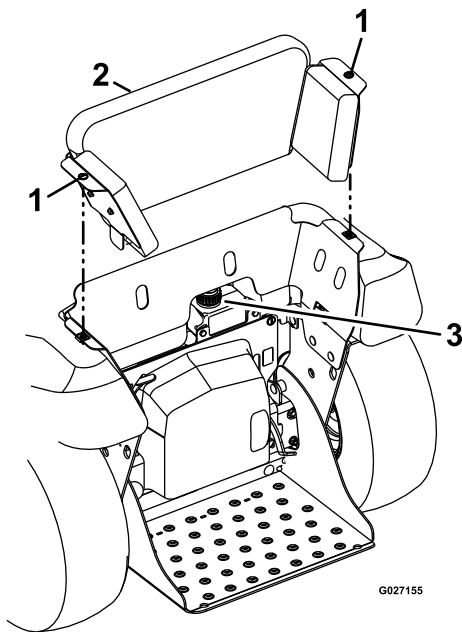

図 97
2. 膝当てをマシンのシャーシに固定しているファスナ 2 個 1/4 回転するを左に回す外す 図 97。
3. 膝当てをすこし斜め後方に持ち上げて外す 図 97。
4. 補助タンクの周囲をウェスできれいにしてキャップを外す 図 97。
7. タンクにキャップを元通りに取り付け、手で軽く締めつける 図 97。